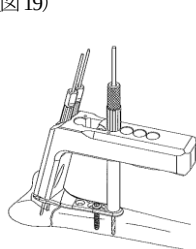

図18
- 18) 遠位ガイドピンによる位置決め後、骨幹部長穴用スリーブガイド越しに骨幹部長穴で仮固定したコーティカルスクリューを完全に固定し、骨幹部長穴用スリーブガイドを取り外します。3穴目以降のスクリューホールも、骨幹部長穴の手順と同様に穴あけ、深さ計測を行い、2.7コーティカルスクリューを挿入します。(図18) ここでは骨幹部用スリーブ(丸穴用)を使用します。